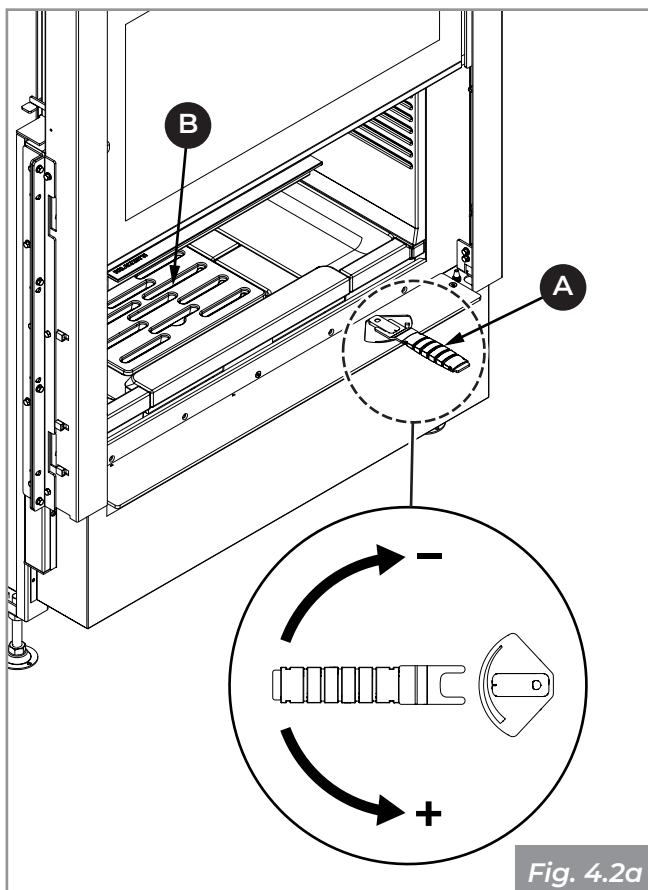
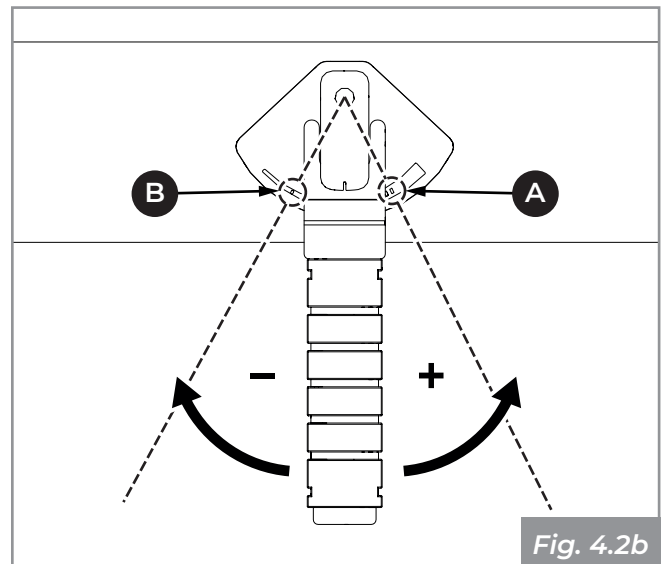
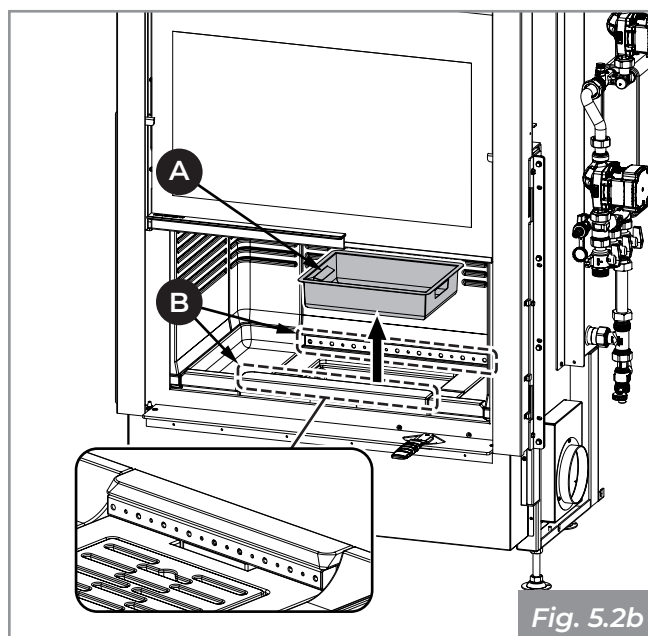

Fig. 4.2a
Fig. 4.2b
Fig. 5.2b
2. Utilizando la manilla fría suministrada (**A - Fig. 4.2a**) abra al máximo (+) la regulación del aire primario (**A - Fig. 4.2b**).
3. Apoye con cuidado los troncos de leña en la cámara de combustión prestando atención a no cubrir totalmente las rendijas de la parrilla (**B - Fig. 4.2a**) y los agujeros frontales y traseros del distribuidor del aire comburente (**B - Fig. 5.2b**).
8. Mantenga la toma de aire abierta para garantizar una llama alta y luminosa (**A - Fig. 4.2b**);
9. Reduzca la apertura de la toma de aire (**B - Fig. 4.2b**) con la correspondiente manilla fría solo cuando se ha formado una buena base de brasas.
Extraiga el cajón de la ceniza de la base y aspire la ceniza que se haya depositado en los compartimientos de debajo (**A - Fig. 5.2b**).
Aspire los agujeros frontales y traseros del distribuidor del aire comburente para evitar posibles acumulaciones de ceniza (**B - Fig. 5.2b**).